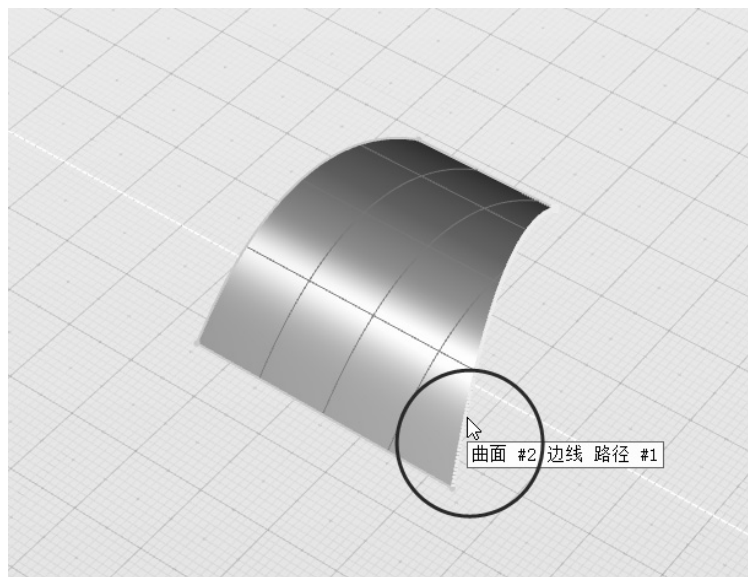

图 4-100 选择第 2 个曲面及曲面边线
3) 保持上一步的“融合曲面”工具仍处于工作状态，当控制台提示“拾取曲面#2”时，选择文件中的修剪曲面；当控制台提示“拾取曲面#2 起点附近的边线”时，点选图 4-100 中所示的位置。